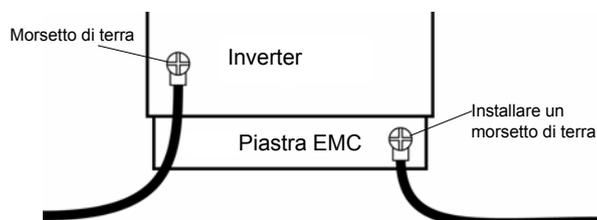

Fig. 4
- (1) Installare l'inverter in un armadio e connettere a terra la struttura dell'inverter. In caso di intervento di manutenzione, prestare l'attenzione a non inserire le dita nell'inverter attraverso le aperture per il cablaggio e toccare un componente sotto carica.
- (2) Non connettere due o più fili di terra al morsetto di terra principale del circuito di potenza dell'inverter. Utilizzare il morsetto di terra opzionale sulla piastra EMC come da Fig.4. Vedere la tabella 5 per la sezione dei cavi di terra
(3) Installare un interruttore automatico-magnetico sull'alimentazione dell'inverter.